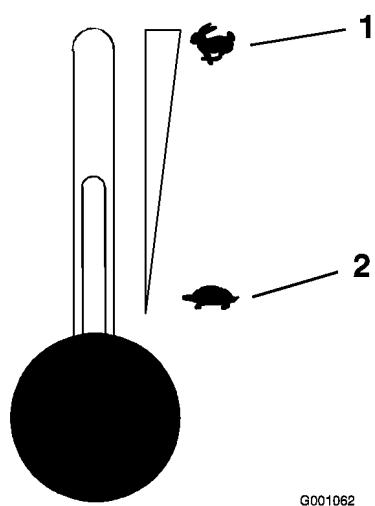

Figura 15
2. Ponga la palanca del acelerador en un punto intermedio entre las posiciones lento y rápido (Figura 15).